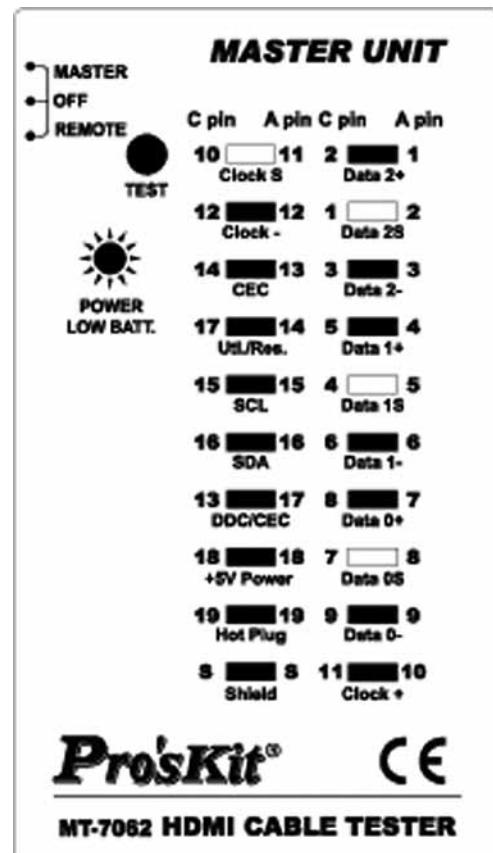

Рис. 3. Обрыв провода (Open)
- **Обрыв провода (Open):** сопровождается коротким звуковым сигналом, означает, что не все провода кабеля подключены, светодиоды с номерами этих проводов не светятся. Пример такой неисправности для кабеля HDMI A-A приведен на рис. 3.